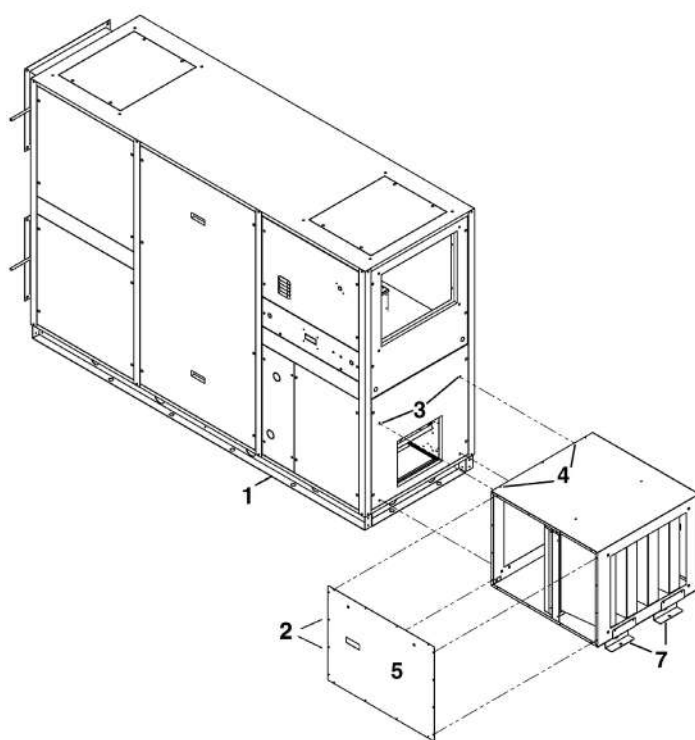

Fig.17
**ESTRAZIONE E MONTAGGIO FILTRI (Fig. 17)**
- La sezione con il modulo DSF viene posizionata di fronte alla bocca di mandata della macchina (1).
- Rimuovere il pannello laterale (5) della sezione con il modulo DSF svitando le viti di fissaggio (2).
- Avvitare parzialmente 4 viti M8 negli inserti presenti ai vertici della bocca della macchina (3).
- Agganciare il modulo alla macchina facendo passare la testa delle viti sporgenti attraverso i fori a chiave e spingere verso il basso la sezione, in modo tale che la testa della vite risulti bloccata nella parte superiore del foro a chiave. Accedere alle 4 viti di fissaggio dal fianco della sezione e serrarle (4).
- Assicurare l'estremità opposta del modulo al soffitto mediante 2 staffe di fissaggio con antivibrante (6).
- Fissare nuovamente il fianco del modulo (5).
- In alternativa il modulo può essere installato lungo un tratto di canale rettilineo: in questo caso utilizzare tutte le 4 staffe di fissaggio con antivibrante per assicurare il modulo al soffitto (6).
- Anche nella versione verticale, può essere installato lungo un tratto di canale rettilineo: in questo caso utilizzare tutti i 4 piedini di fissaggio per assicurare il modulo al basamento (7).
**EXTRACTION AND ASSEMBLY FILTERS (Fig. 17)**
- The section with DSF module is positioned in front of the supply flow vent of the unit (1).
- Remove the side panel (5) of the section with the DSF loosening the screw fasteners (2).
- Partially tighten the 4 M8 screws into the inserts present at the tops of the machine event (3).
- Hitch the section with DSF to the machine, passing the head of the projecting screws through the holes and push the section down, in a way that the head of the screws is blocked in the upper part of the hole. Access the 4 screw fasteners from the side of the section and tighten them (4).
- Fix to the ceiling the opposite extremity of module by two anti vibration mounts (6).
- Fix the side of the section again (5).
- Alternatively the module can be installed in a straight duct section: in this case use the all four anti vibration mounts to anchor the module to the ceiling (6).
- Also in the vertical version, it can be installed along a stretch of straight channel: in this case use all 4 fixing feet to secure the module to the base (7).